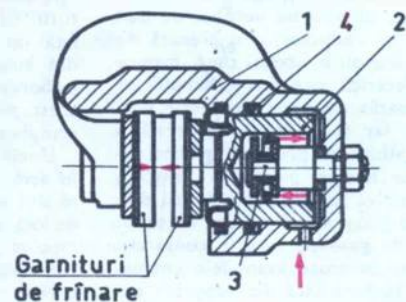

FIG. 1
Orice automobilist își poate construi singur un garaj simplu și ieftin. Acest garaj se montează (fig. 1) lingă un perete și se compune din opt rame de lemn, articulate cu balamale, care se desfac sau se strîng ca un evantai. Pe rame se montează pînza
Funcționare: când se apasă pe pedala de frînă, lichidul intră cu presiune în canalizație și de aici la cilindrii receptori. Lichidul apasă asupra pistonului (2) și respectiv asupra blocului (1) determinând apropierea și strângerea egală a celor două garnituri pe disc (vezi fig. 1).
— ecluza este necesară la bordarea de pasageri și materiale de aprovizionare din navele venite de pe Pământ în stațiile orbitale. Fiecare proiect de stație de acest fel se prevede cu unul sau mai multe debarcadere (fig. 1), la care vor trage navele de transport. Locul de ancorare trebuie amenajat și ca ecluză de aer